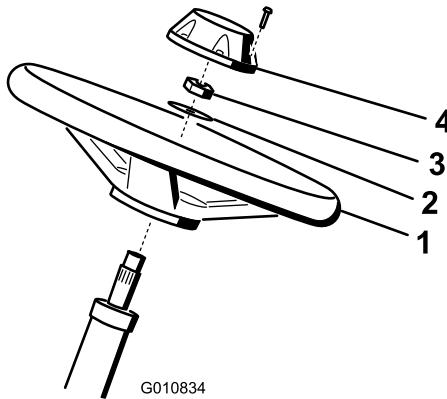

Bild 4
1. Schieben Sie das Lenkrad auf die Lenkwellen (Bild 4).
2. Schieben Sie die Scheibe auf die Lenkwellen (Bild 4).
- Befestigen Sie das Lenkrad mit einer Klemmmutter und ziehen es auf 27-35 N·m an (Bild 4).
- Montieren Sie den Deckel mit der Schraube am Lenkrad (Bild 4).